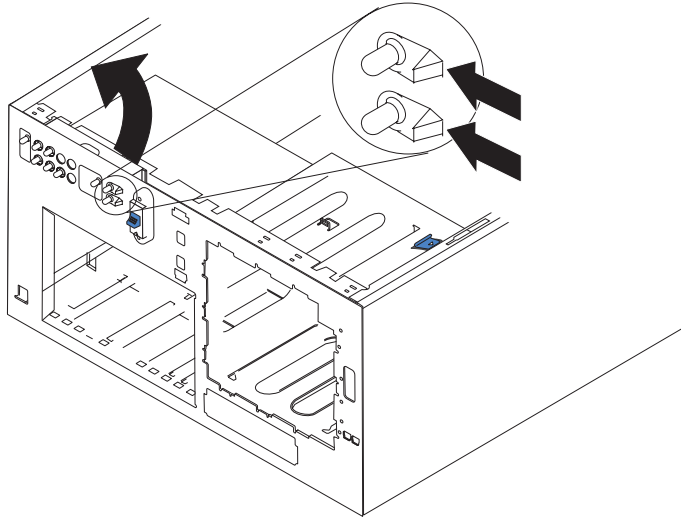

図 93. オペレーター情報パネルの取り外し (ラック・マウント変換機構付きモデル 25T)
15. エンジン外側から、182 ページの図 93 に示されるパネル上の 2 つのタブを押します。必ず、シャーシ近くでタブを押してください。そうすると、パネルはシャーシから解放されます。